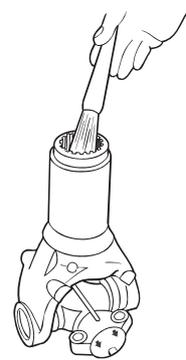

Figura 4.19
3. Use um pincel para distribuir o lubrificante nas estrias. Figura 4.19.